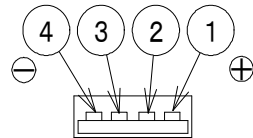

図1 USBコネクタピン配置
| DC部性能        | 8.5 出力電圧特性       | 入力電圧AC100V±10V・①-④ピン間の電圧を測定したとき DC5.0V±5%・②、③ピンの状態は、接続される機器による。※USBコネクタピン配置は図1参照。   | 図1  |